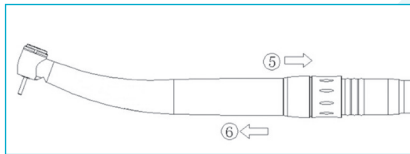

Fig. 6-8
- Die LED-Kupplung festhalten und den Verriegelungsring Richtung Schlauch ziehen (Abb. 6-8⑤).
- Die Turbine abziehen (Abb. 6-8⑥).